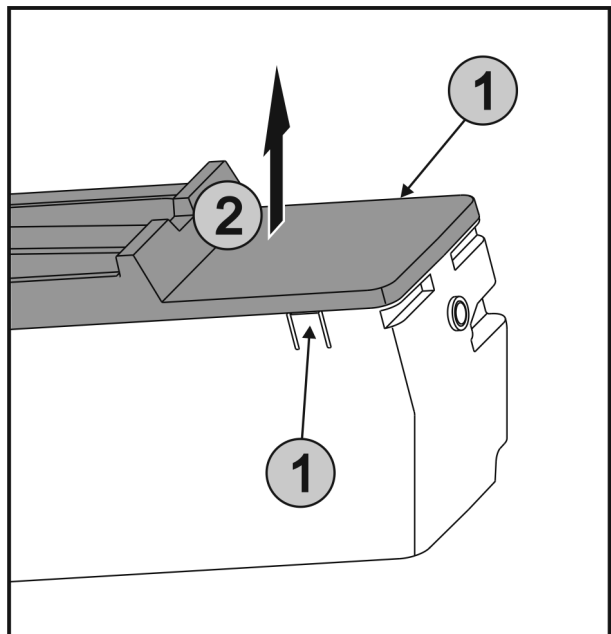

Fig. 51
- Appuyer simultanément sur les languettes Fig. 51 (1) des deux côtés de l'EasyTwist-Ice et retirer le couvercle Fig. 51 (2) vers le haut.